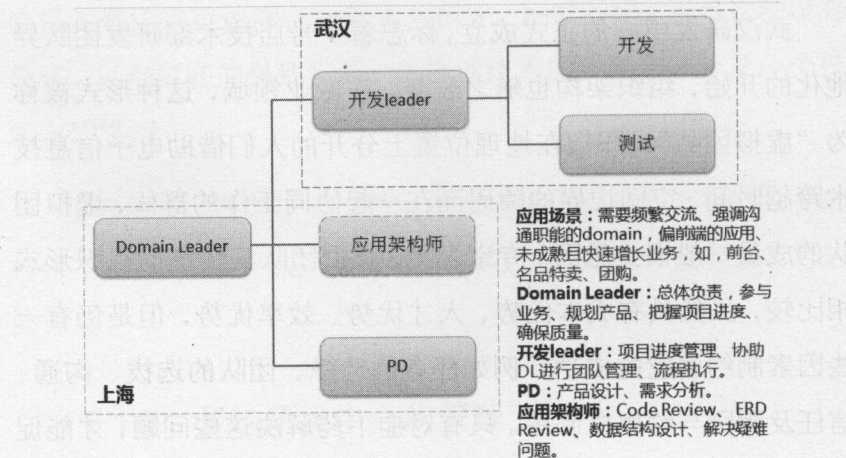

图 5-5 三七团队示意图
**应用场景：**需要频繁交流、强调沟通职能的 Domain，偏前端的应用、未成熟且快速增长的业务，如前台、名品特卖、团购。在这种结构下，PD 和 DL 最接近产品的业务方，可以随时面对面深入讨论功能需求和产品走向，允许在短暂降低 DL 和开发团队之间沟通效率的情况下，尽量保证功能开发和产品大方向不会受到较大的影响，如图 5-5 所示。